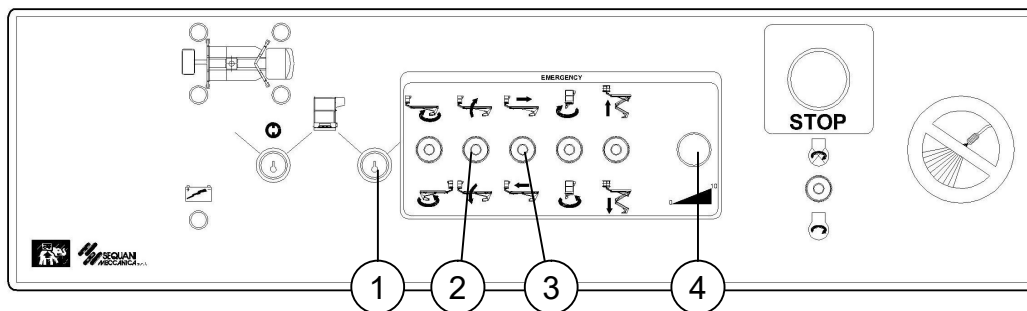
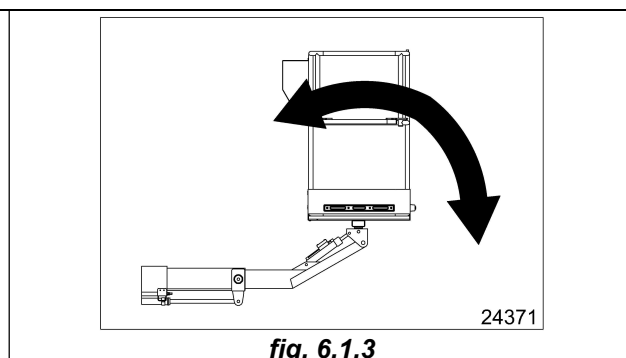

fig. 6.1.1
fig. 6.1.3
- inserire la chiave nel selettore (*pos. 1 fig. 6.1.1*), ruotarla verso destra in posizione "Comandi d'emergenza"
- azionare la levetta di comando sollevamento braccio sfilabile (*pos. 2 fig. 6.1.1*), mantenendo la leva attivata premere il pulsante potenziometrico di regolazione velocità (*pos. 4 fig. 6.1.1*) fino a sollevare il cestello di circa mezzo metro
- salire sul pianale con la dovuta cautela, aprire con la chiave in dotazione al responsabile della sicurezza il lucchetto di blocco sul deviatore, togliere la leva colore argento situato in torretta allentando il pomello nero di bloccaggio. Ruotare entrambi i deviatori a due posizioni situati nella parte posteriore del cilindro di sfilo di 90° in posizione di livellamento (*fig. 6.1.3*)
- scendere dal pianale e azionare la levetta di comando “sfilo braccio telescopico” (*pos. 3 fig. 6.1.1*) e, senza lasciarla, premere il pulsante di controllo velocità movimenti (*pos. 4 fig. 6.1.1*). E' possibile così livellare il cestello (effettuare un' intera corsa verso il basso e verso l'alto del cestello e poi allinearlo) (*fig. 6.1.3*)